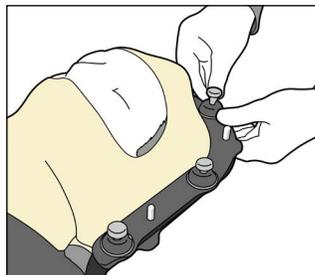

Fig. 12
4. Fixe a máscara frontal pressionando os 6 pinos para baixo. Você ouvirá um clique que indica que a máscara frontal está fixada. (Fig. 12)
4. Fixe a máscara frontal pressionando os 6 pinos para baixo. Você ouvirá um clique que indica que a máscara frontal está fixada. (Fig. 12 na SEÇÃO C)